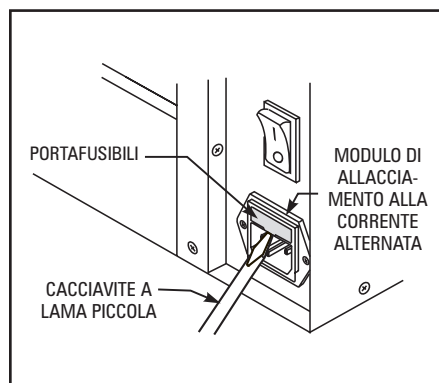

Figura 3
1. Servendosi di un cacciavite a lama piccola o di un simile attrezzo, rimuovere il portafusibili che fa parte del modulo di allacciamento alla corrente alternata situato sul retro della stampante (vedi la figura 3).